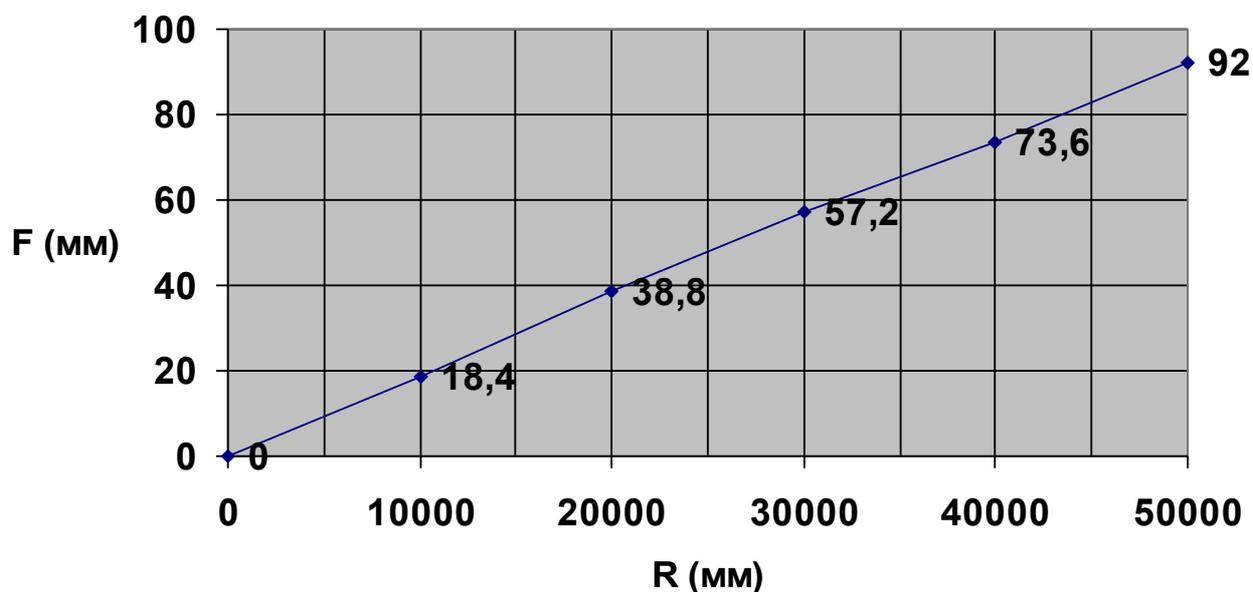

Рис.1.3. «Фокусное расстояние для поля зрения по горизонтали 2600 мм в зависимости от расстояния камеры от номера».
8. Приведение к необходимым размерам достигается изменением фокусного расстояния объектива F или расстояния от камеры до номера R . Фокусное расстояние для необходимого среднего поля зрения (2600 мм) и соответствующее расстояние находится по графику (рис. 1.3).